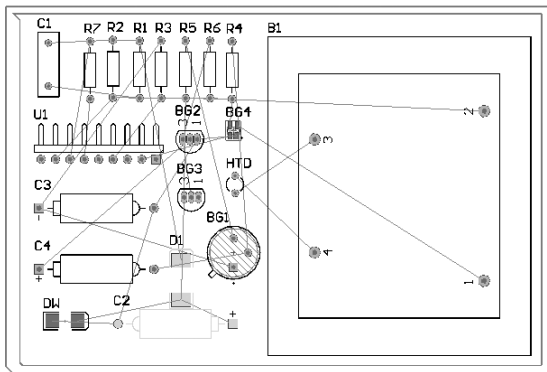

图 8-34 手工调整后的 PCB 图
(1) 将边界外部封装模型拖动到电气边界内部，并对其进行布局操作，进行手工调整。调整后的 PCB 图如图 8-34 所示。